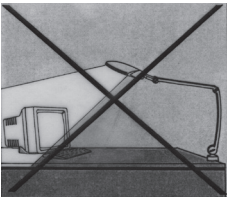

Fig. 3
- ▶ Fixieren Sie die Tischklemme mit den Schrauben **B** an der Montageoberfläche, siehe Fig. 3.